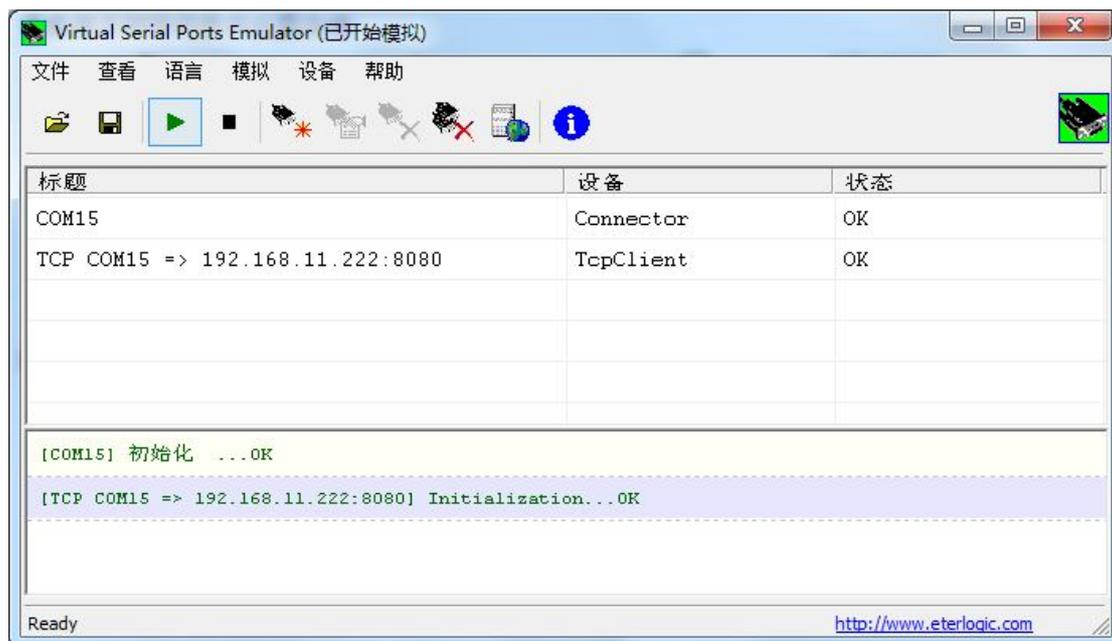
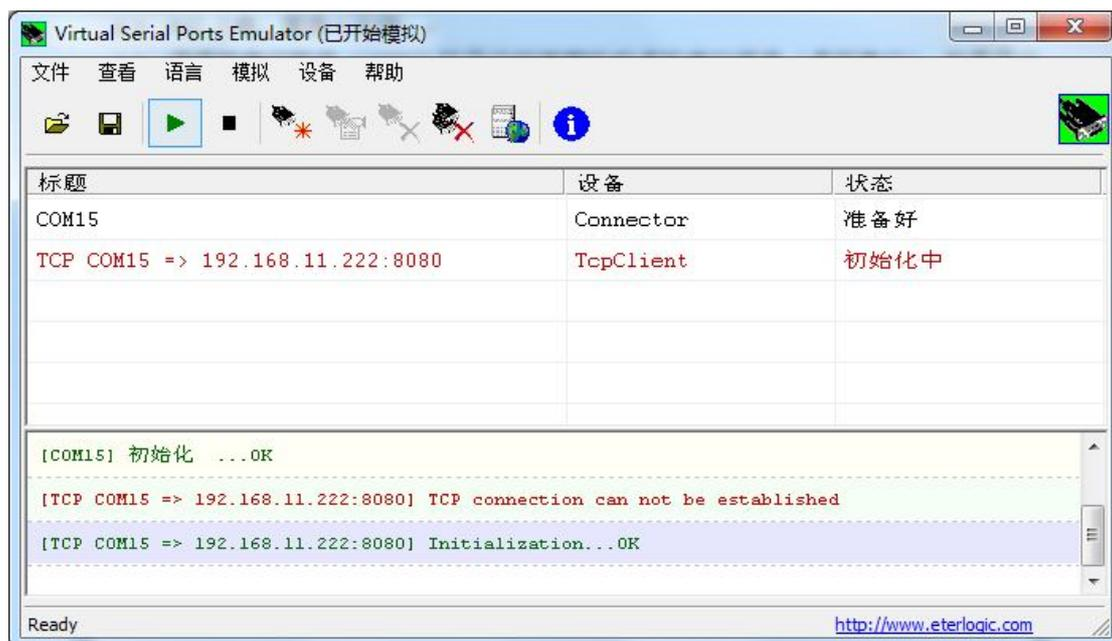

图 4.4.1 虚拟串口正常
图 4.4.2 虚拟串口异常
- 4.4 用虚拟串口软件（VSPE）打开已经编辑好的虚拟串口程序（MC200-WEN 测试工装\程序\虚拟串口。如果程序已打开，则点击桌面右下角任务栏的虚拟串口软件图标调出画面即可）。如果显示都为 OK（如下图 4.4.1），则说明计算机与以太网模块联接成功，也就是说以太网模块配置成功。否则，配置不成功，如图 4.4.2 所示。